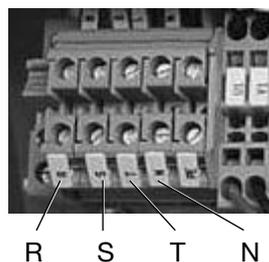

Fig. 12
Paso 2. Conectar los hilos del cable trifásico CA a los terminales R, S, T, N en el cuadro eléctrico (Fig. 12).